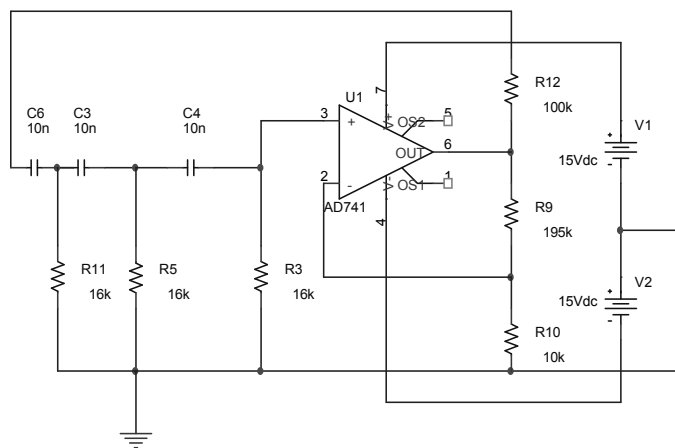

Рис.11
6. Набрать принципиальную схему рис. 11.